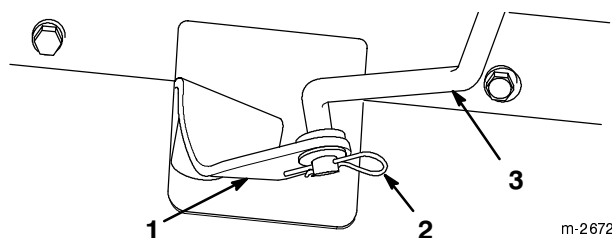
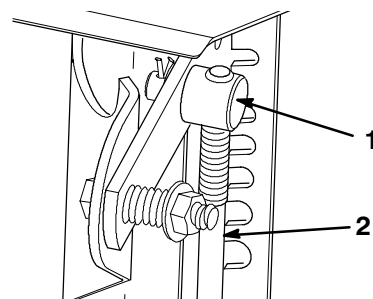

Bild 5
Bild 6
- Ziehen Sie den Schalthebelarm (Bild 5) ganz heraus.
- Drehen Sie die Schalthebelstange im Drehzapfen (Bild 6), bis das untere Ende der Stange in das Loch im Schalthebelarm geschoben werden kann (Bild 5).
- Bauen Sie die Schalthebelstange im Schalthebelarm ein, bringen eine Unterlegscheibe an der Stange an und sichern diese mit einem Splint ab (Bild 5).